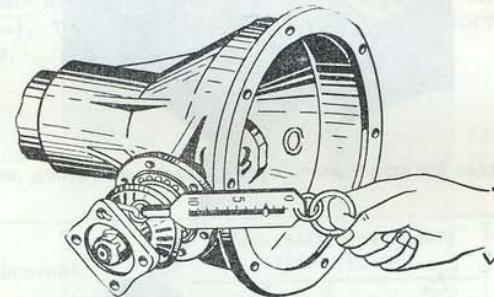

Рис. 161. Проверка затяжки подшипников ведущей шестерни
4. Отрегулировать конический сдвоенный подшипник подбором толщины пакета прокладок и затяжкой гайки до отказа. При правильной регулировке пружинный динамометр должен показывать усилие 1,5—3 кг при проворачивании шестерни за отверстие во фланце (рис. 161).